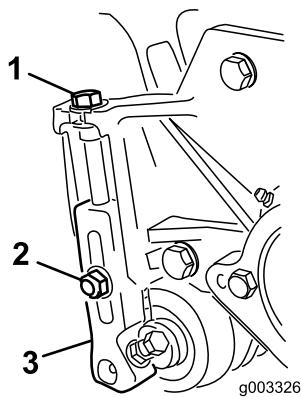

Bild 10
3. Lösen Sie die Sicherungsmuttern, mit denen die Schnitthöhenhalterungen an den Seitenplatten der Schneideeinheit befestigt sind (**Bild 10**).